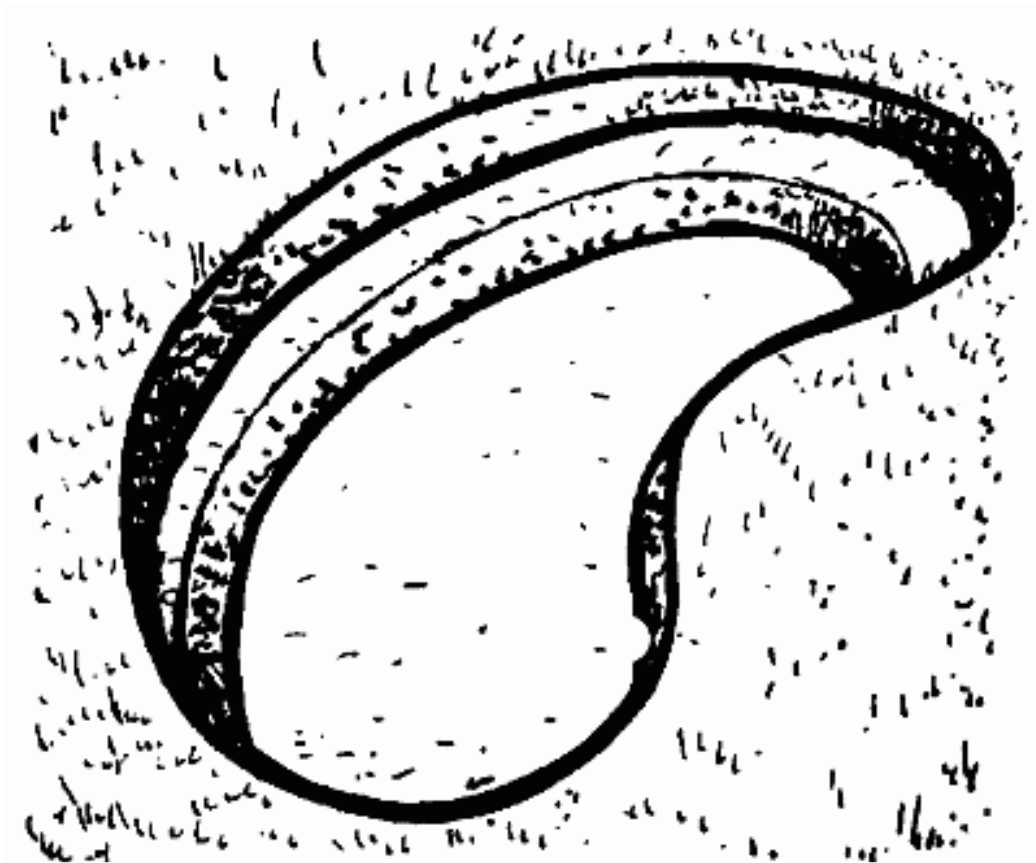

Рис. 72. Террасы для растений
2. Копают лопатой яму глубиной 30 см. По краям оставляют террасу для растений шириной примерно 30 см (рис. 72).